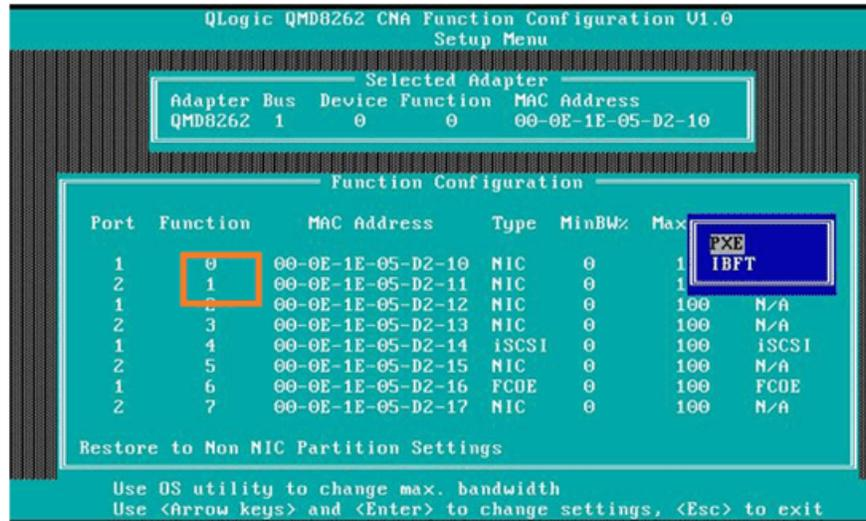

Figure 5-32. Activation du démarrage iBFT
2. Vérifiez que le protocole des fonctions 0 et 1 est **iBFT**. Si nécessaire, changer le ou les paramètres, comme indiqué à la Figure 5-32, puis appuyez sur ENTRÉE.